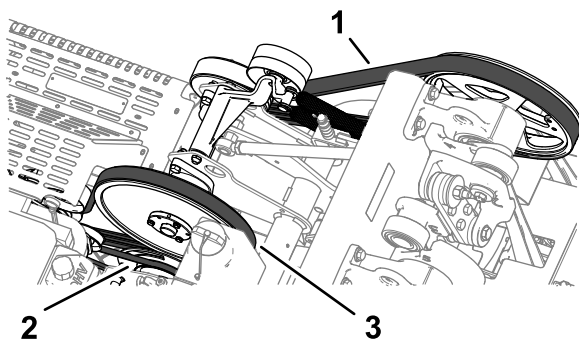

Figure 164
2. Vérifiez que les courroies de la pompe hydraulique, de l'arbre intermédiaire et du vilebrequin (Figure 164) ne sont pas endommagées, usées, excessivement fissurées ou incrustées de gros débris.